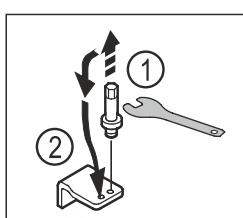

Fig. 22
- Выкрутите болт на нижнем опорном кронштейне при помощи ключа с наружным шестигранником SW5. *Fig. 22 (1)*
- Установите болт на противоположной стороне. *Fig. 22 (2)*